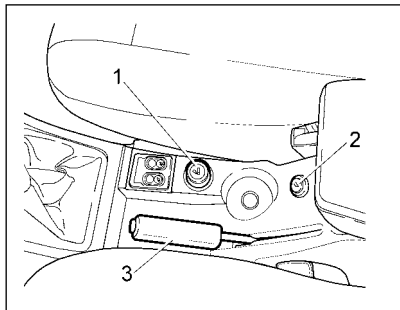
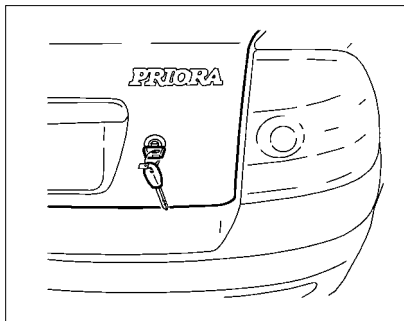

Рис. 24. Прикуриватель и выключатель привода замка багажника (двери задка)
Рис. 28. Открывание багажника
**Прикуриватель** 1 (рис. 24) работает при включенном зажигании. Для использования прикуривателя нажмите на кнопку подвижной части до ее фиксированного положения в патроне. Примерно через 20 секунд подвижная часть автоматически возвращается в исходное положение и готова к применению по назначению.
**Выключатель привода замка багажника (двери задка)** 2 (рис. 24). Для отпирания замка нажмите
Замок крышки багажника открывается кнопкой  на пульте дистанционного управления или поворотом по часовой стрелке ключа в замке (рис. 28), или из салона **выключателем 2** (см. рис. 24). При открывании крышки багажник освещается плафоном, если включены **габаритные огни**.
**22 – прикуриватель** (работает при включенном зажигании). Для пользования нажмите на рукоятку подвижной части до фиксированного положения. Примерно через 20–27 секунд подвижная часть автоматически возвращается в исходное положение, прикуриватель готов к применению (см. рис. 24).
**нии).** Для отпирания замка нажмите на кнопку (см. рис. 24).